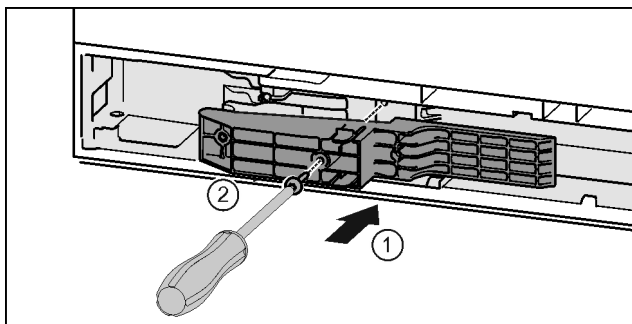

Fig. 36 \*
- ▶ Indsæt adapterstykket på grebssiden i udsparingen. Fig. 36 (1)\*
- ▶ Skru skrue fast med en skruetrækker T15. Fig. 36 (2)\*